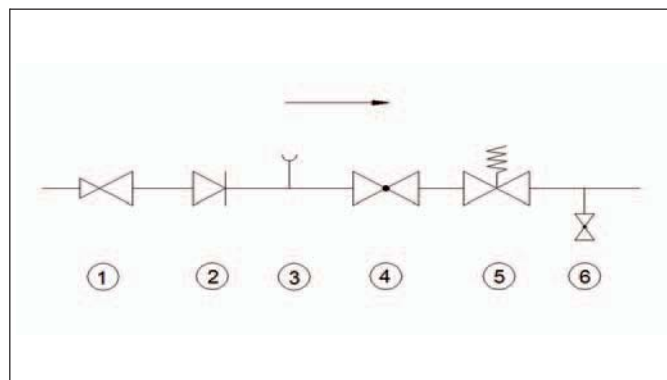

Рис. 8-6 Подключение на стороне питьевой воды
- Монтировать в трубопровод холодного водоснабжения предохранительные устройства, прошедшие испытания конструктивного типа согласно DIN 1988 и DIN 4753 (см. рис. 8-6).